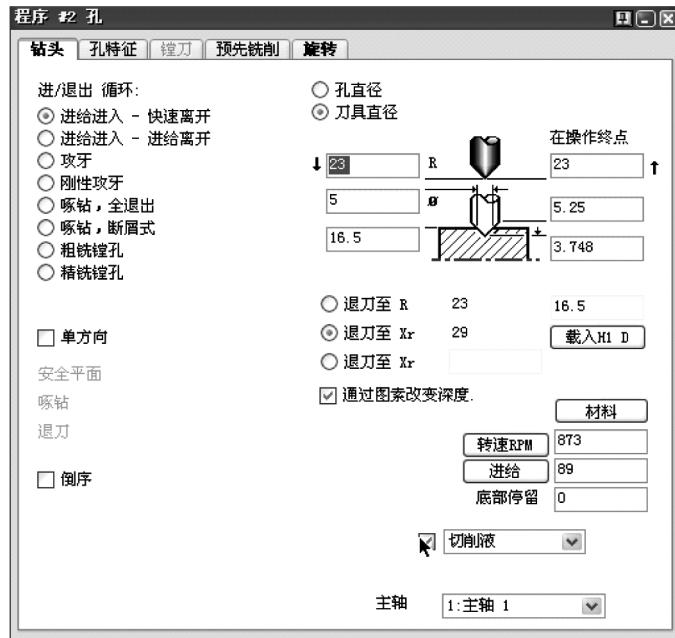

图 6-36 第二个铣削钻孔程序
- 7) 应用#10 刀具创建第二个铣削钻孔程序，如图 6-36 所示。这里无需设定旋转页的内容，因为 GibbsCAM 会自动继承上一个钻孔工序的参数设定。